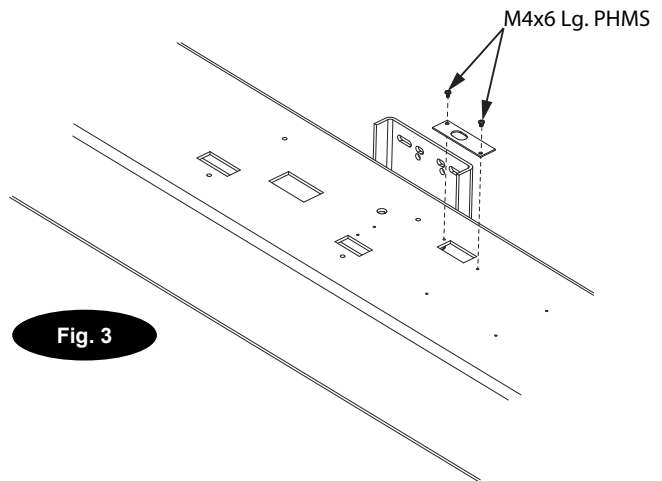

Fig. 3
Die Säule des Leistungsteils auf den Boden legen und die Abdeckplatte mit (2) M4x6 LG. PHMS montieren (Abb. 3).